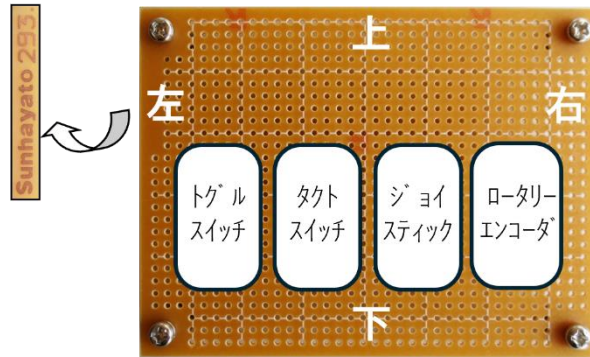

図2 基板に対する方向・位置の基準
- カ 入力素子は図2に示すように、左から順にトグルスイッチ、タクトスイッチ、ジョイスティック、ロータリーエンコーダとすること。その他の部品は自由に配置して良い。なお、図2は部品の並び順を示すものであり、取付位置を指定するものではない。